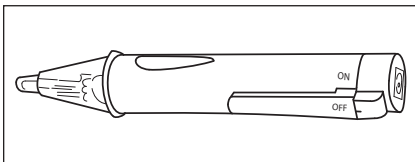

Figure 2 - Utiliser un contrôleur de tension sans contact pour vérifier que l'alimentation est coupée avant de travailler sur un circuit.
- Contrôleur de tension sans contact pour détecter l'alimentation électrique (Figure 2)